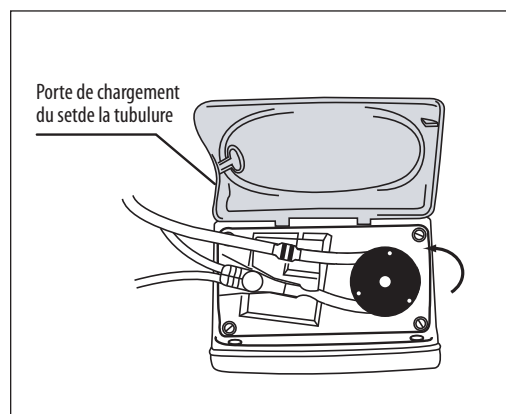

Figure 6B.
3. Tenir la bague de retenue MISTIC (bague de retenue noire) et enrouler le tube dans le sens inverse des aiguilles d'une montre autour du rotor. **Éviter d'étirer excessivement le tube en silicone. (Figure 6B).**
4. Tirer doucement l'extrémité de la bague de retenue MISTIC vers la gauche et vers le haut afin de la placer au-dessus de l'emplacement à gauche, puis l'abaisser dans ce dernier. Appuyer sur la bague de retenue et la relâcher pour s'assurer de sa mise en place. (Figure 6B)